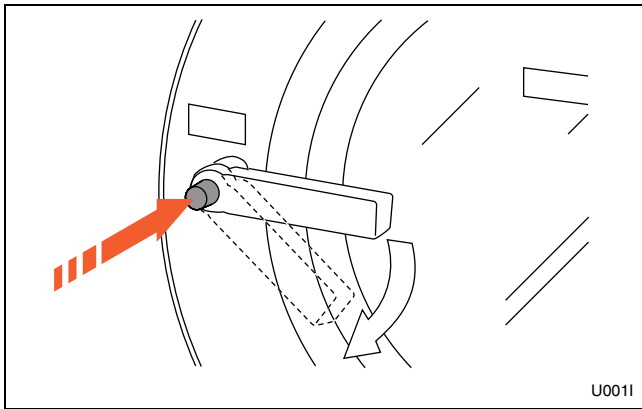

Figura 31
2. Pulse el botón y gire la palanca hacia la derecha para abrir. Consulte la *Figura 31*.